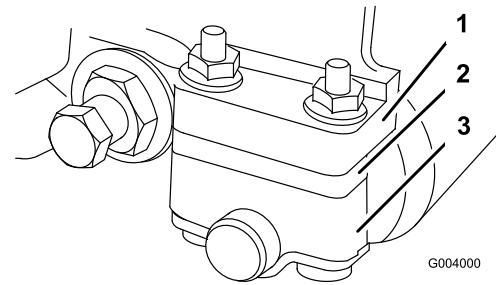

Figure 56
1. Réglez les supports du rouleau arrière à la position supérieure ou inférieure selon la gamme de hauteur de coupe voulue (Figure 55 et Figure 56).
- Placez l'entretoise en-dessous de la bride de fixation de la plaque latérale lorsque les hauteurs de coupe sont comprises entre 3 et 25 mm (Figure 56).